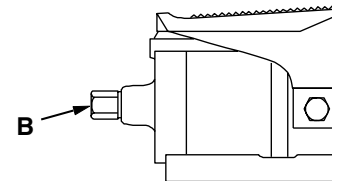

Figura 5
- Vedere la figura 5. Collegare al raccordo girevole (B) NPTF di $\frac{1}{4}$ ", di ingresso dell'aria, un sistema pneumatico in grado di erogare una portata minima di 15,3 m³/ora [9 ft.³/min.]. Utilizzare solamente raccordi a scollegamento rapido o per tubi flessibili di $\frac{1}{4}$ ". Si sconsiglia l'uso di raccordi più larghi e pesanti. Sigillare il collegamento con un sigillante per filetti di alta qualità.